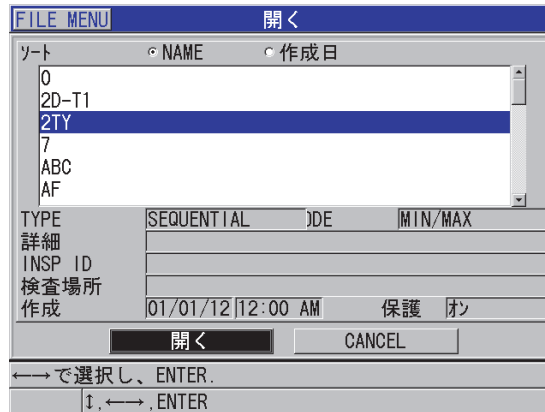

図 11-16 ファイルを開く
3. 開く画面で、以下の操作を行います（197 ページの図 11-16 参照）。